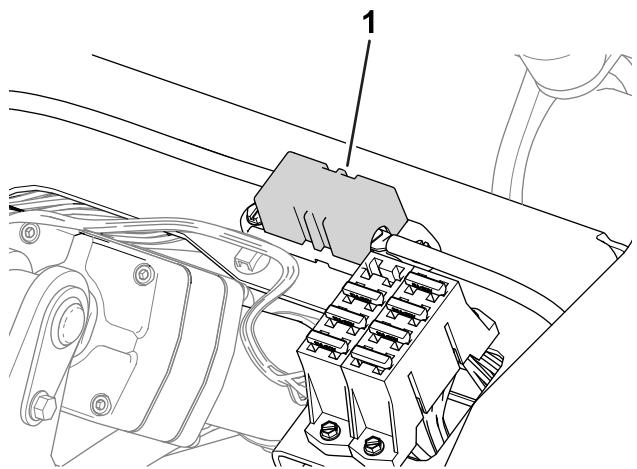

Figure 52
- Les fusibles du moteur de roue droite (60 A) se trouvent sous le siège (Figure 52).